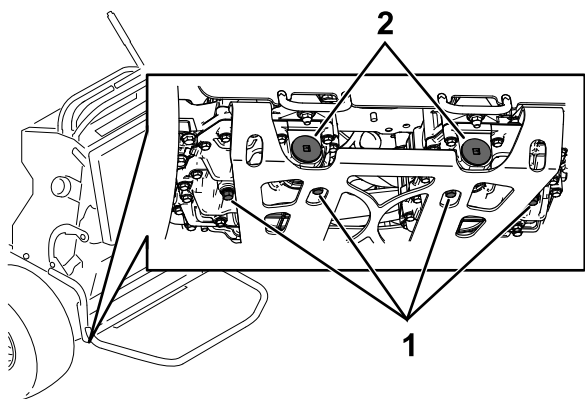

Figure 72
5. Localisez le bouchon de vidange sous la base de chaque transmission et placez un bac de vidange sous les bouchons (Figure 72).